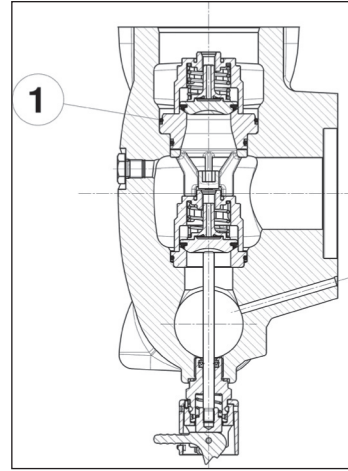

Abb. 111
**Achten Sie besonders auf das Einsetzen des O-Rings Pos. ①, Abb. 111. Verwenden Sie das Werkzeug Art. 27516000 (in den Versionen mit Kolben-Ø: 40 - 45 - 50) oder Art.27516100 (in den Versionen mit Kolben-Ø: 55- 60- 65, damit der O-Ring beim Einsetzen nicht reißt.**